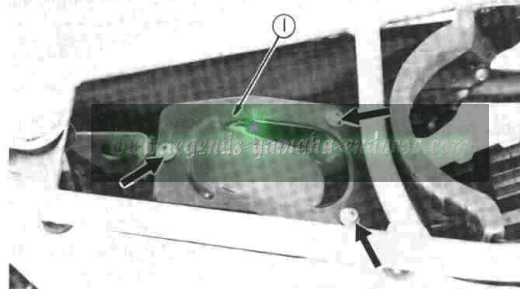

Fig. 2-3-4
1. Remove the air cleaner element assembly. (Fig. 2-3-4)
1. Enlevez l'élément du filtre à air. (Fig. 2-3-4)